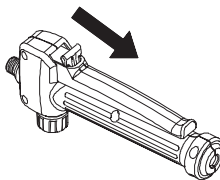

Рис. 13
1. Чтобы зафиксировать, нажмите на рычаг и потяните кнопку фиксации назад, затем отпустите рычаг. См. Рис. 13.